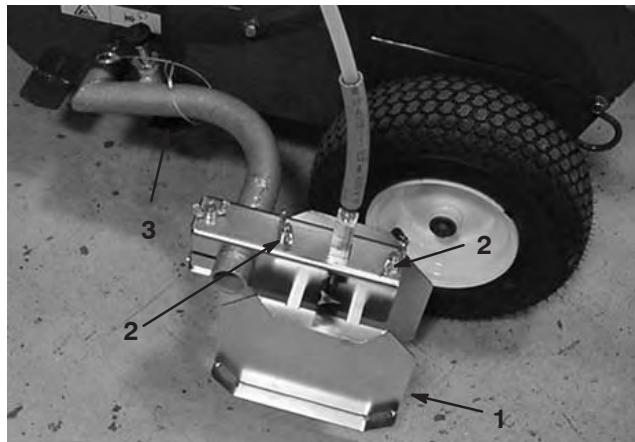

Figure 21
- Desserrez les écrous papillons fixant les plaques de pulvérisation au bras de la rampe (Fig. 21).
- Déplacez les plaques (Fig. 21) vers l'intérieur ou l'extérieur jusqu'à obtenir la largeur de ligne voulue. Assurez-vous que chaque plaque se trouve à la même distance de la buse de pulvérisation.